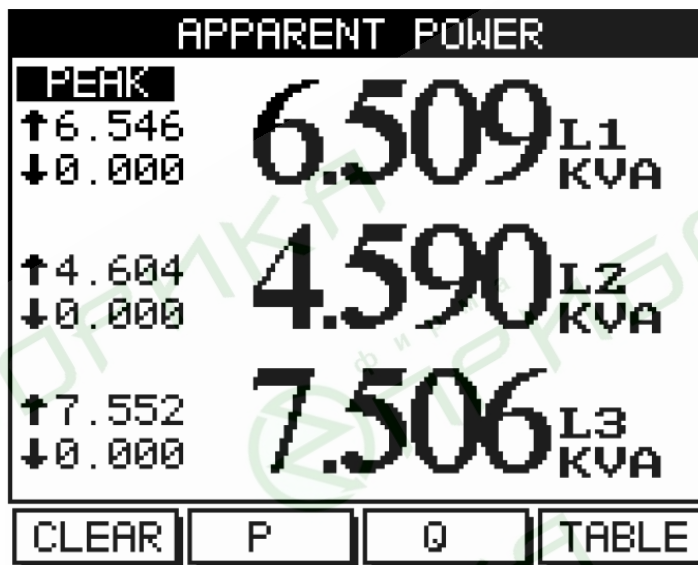

Рис. 27
1. Для вывода на экран только значений полной мощности для трех фаз нажмите «S» (F3). На дисплее появится экран значений полной мощности (рис. 27):